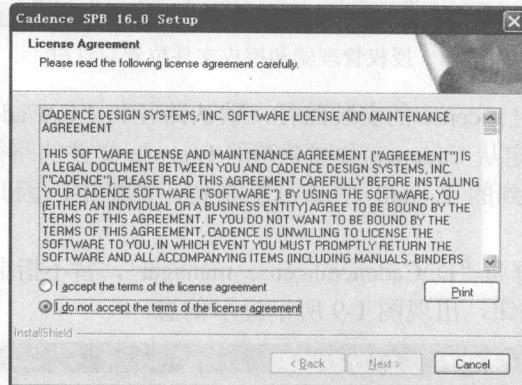

图1-6 【License Agreement】窗口
(2) 当进度条达到 100%后，出现如图 1-6 所示的提示信息。在继续安装前，仔细阅读这些条款，如果接受则选择“*I accept the terms of the license agreement*”选项，继续安装；否则选择“*I do not accept the terms of the license agreement*”选项，系统会自动退出 License Manager 的安装。